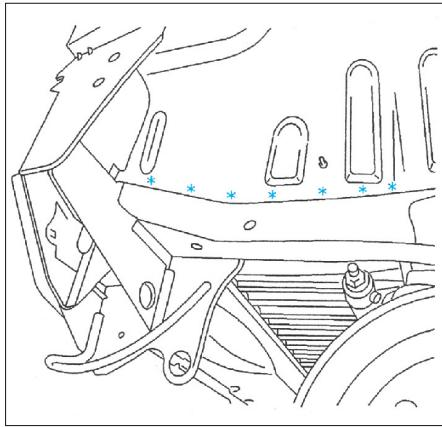

FIG. 125
- Dégrafer les points de soudure électrique à l'aide d'une fraise Ø 8 mm (Fig.125).